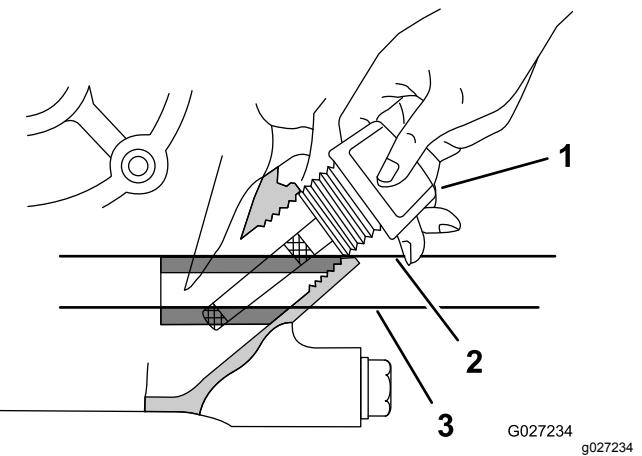

Figura 13
- Inserte la varilla del motor, tal y como se muestra en la Figura 13.
- Retire la varilla del cuello de llenado y observe el nivel de aceite en la varilla (Figura 13).
- Nota:** El nivel del aceite del motor debe cubrir entre las áreas marcadas en la varilla (Figura 13).
- Apriete a mano la varilla en el cuello de llenado (Figura 13).
- Retire la varilla del motor y límpiela con un trapo limpio (Figura 13).